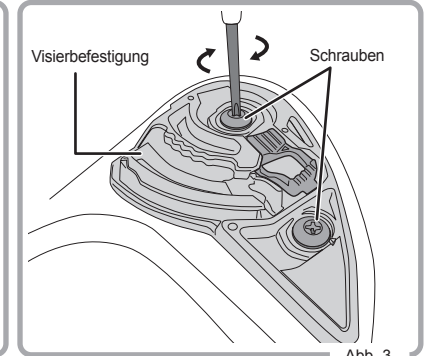

Abb. 3
3. Beide Visierbefestigungsschrauben im Uhrzeigersinn sicher festziehen. (Abb. 3)